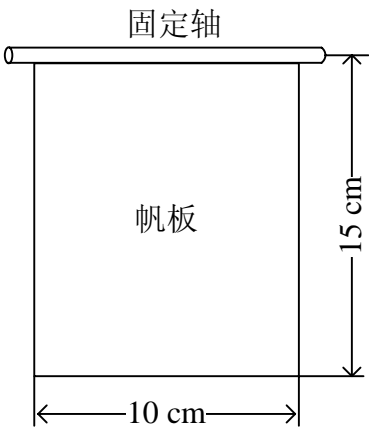

图 2 帆板制作尺寸图
- (1) 调速装置自制。
- (2) 风扇选用台式计算机散热风扇或其他形式的直流供电轴流风扇，但不能选用带有自动调速功能的风扇。
- (3) 帆板的材料和厚度自定，固定轴应足够灵活，不阻碍帆板运动。帆板形式及具体制作尺寸如图 2 所示。